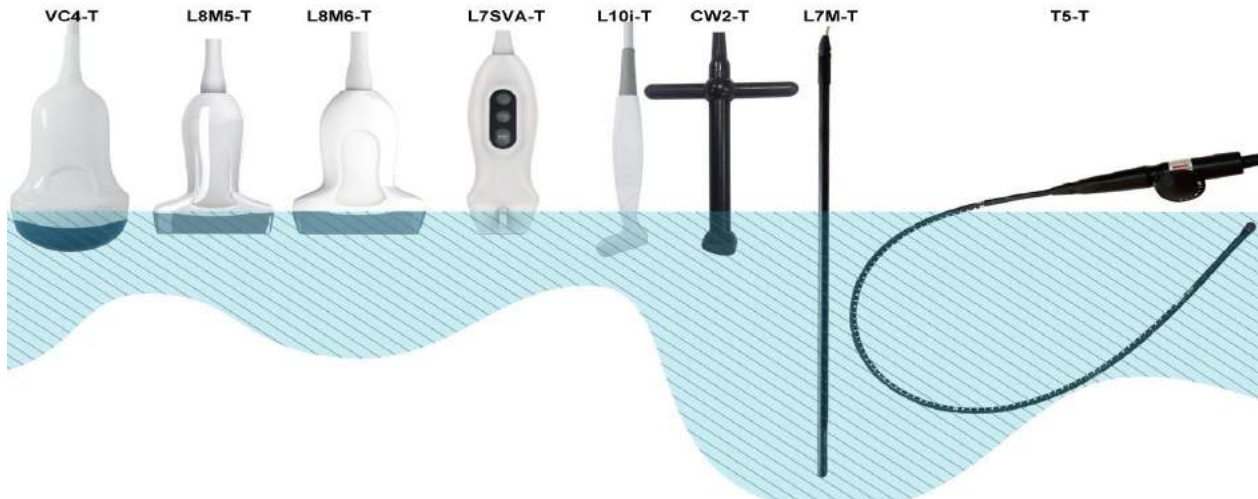

Fig.8-2
- Posizionare la sonda nella soluzione di pulizia disinfettante. Assicurarsi di non immergere la sonda nel liquido oltre il livello di immersione data nelle immagini (Fig.8-2) al di sotto. Assicurarsi che la sonda è coperta con la pulizia disinfettante fino al livello di immersione durante il tempo di completa disinfezione.